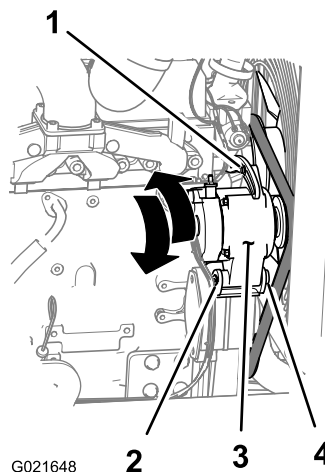

Figure 143
3. Desserrez l'écrou et le boulon au point de pivotement de l'alternateur (Figure 143).
4. Desserrez le boulon de réglage sur l'alternateur (Figure 143).
5. Éloignez l'alternateur du moteur pour accroître la tension de la courroie et rapprochez l'alternateur du moteur pour réduire la tension de la courroie (Figure 143).
6. Resserrez le boulon de réglage de l'alternateur (Figure 143).
8. Si la tension de la courroie est correcte, serrez l'écrou et le boulon au point de pivotement de l'alternateur (Figure 143); dans le cas contraire, répétez les opérations 4 à 7.